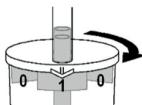

Abb. 3
4. Per raccogliere il primo polipo, girare il recipiente finché la freccia punta sul numero "1" (**Fig. 3**).